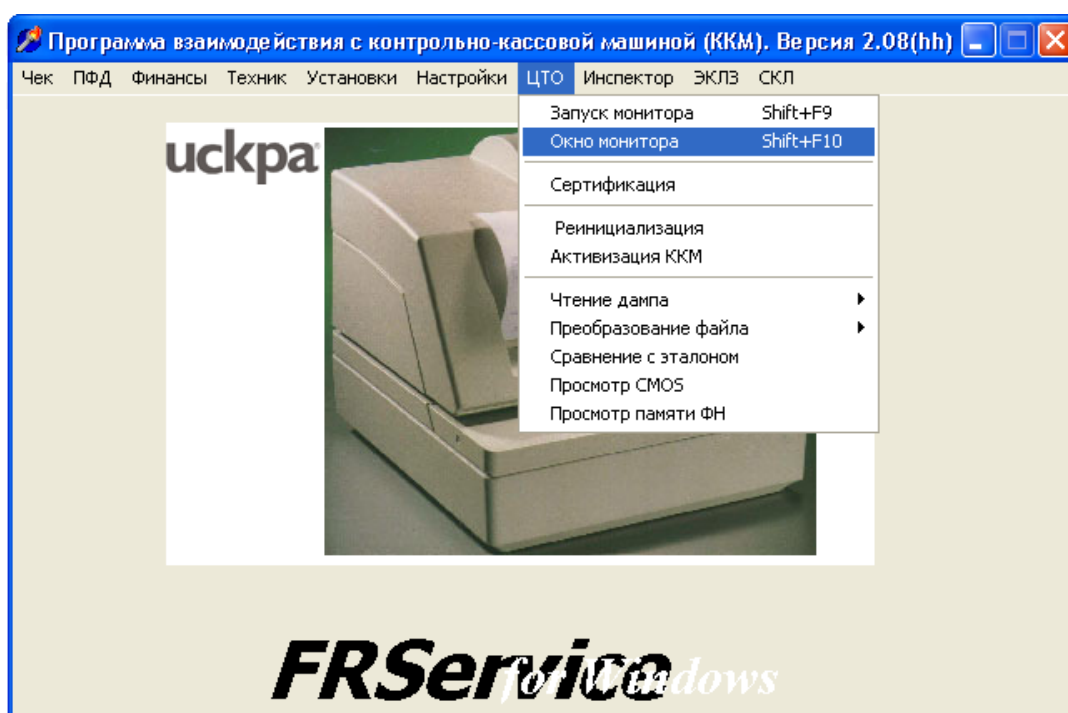

Рис. 8
**FRService → ЦТО → Окно монитора (см. рис. 8)**
Если ФР исправен и реагирует на команды FRService, то перевести ФР в режим монитора можно без установки переключки – использовать команду **Запуск монитора** (см. Рис. 8).